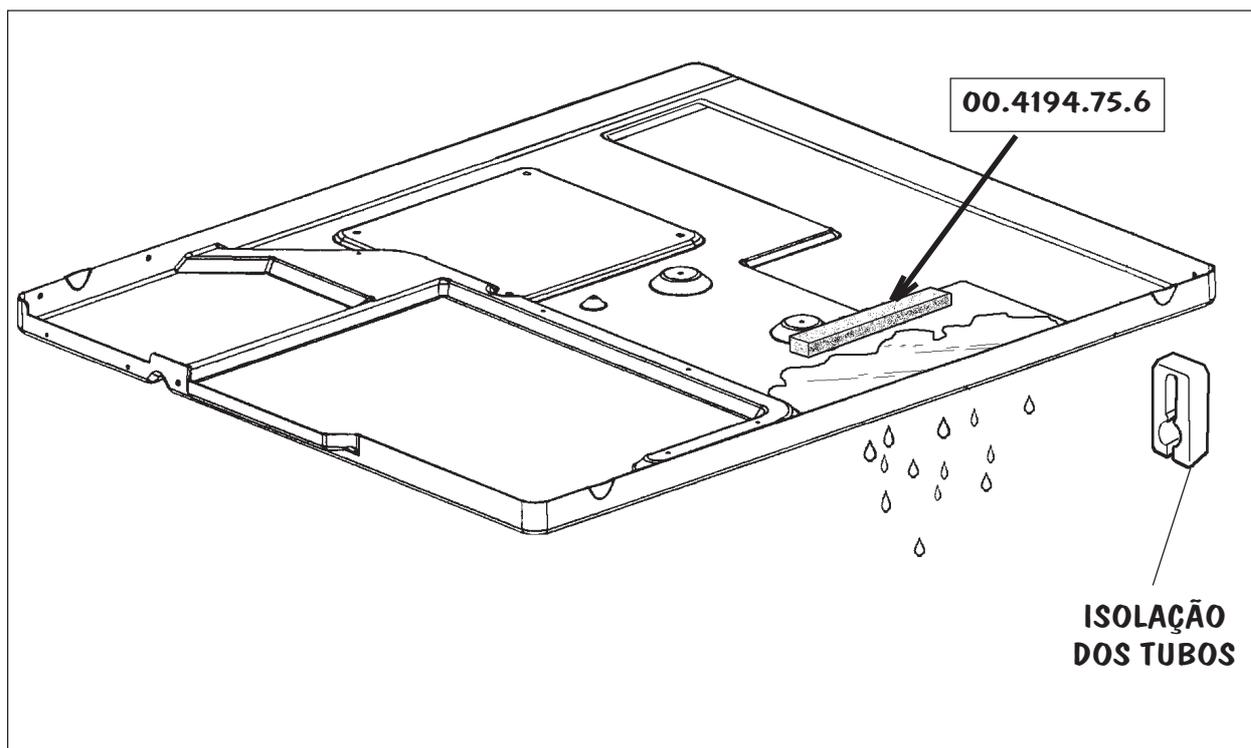

Fig.04
- d) Retirar a isolação que separa os Tubos (veja fig.04);